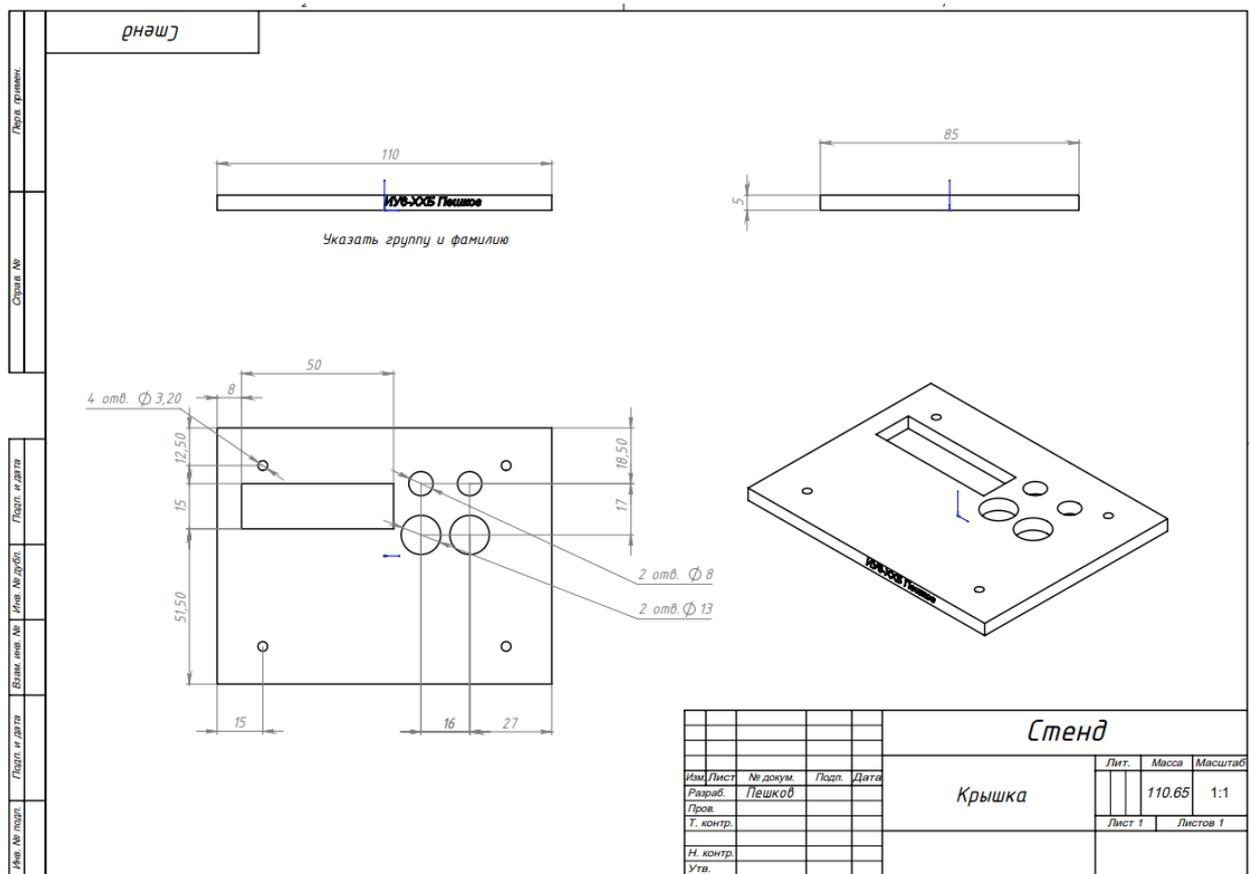

Рисунок 6 — Чертеж крышки стенда
- 2) Крышку смоделировать самостоятельно, воспользовавшись чертежом (рисунок 6). Обязательно указать на передней грани группу и фамилию студента. Материал указать в соответствии с индивидуальным вариантом.